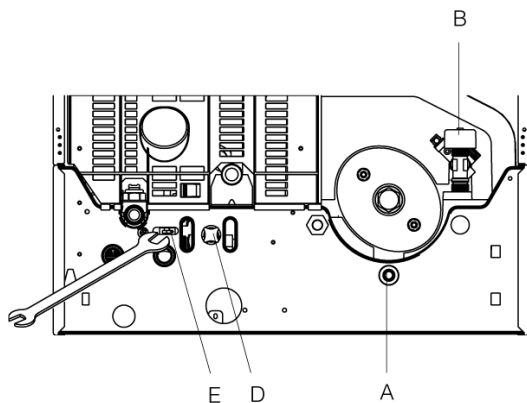

Рис. 3.11
- ослабьте клапан (E) через отверстие, расположенное в дне котла (рис. 3.11)